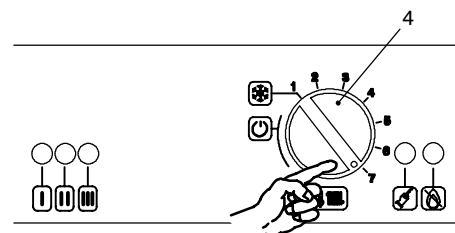

fig. 7.4
- 2 Ruotare il selettore 4 come in fig. 7.4